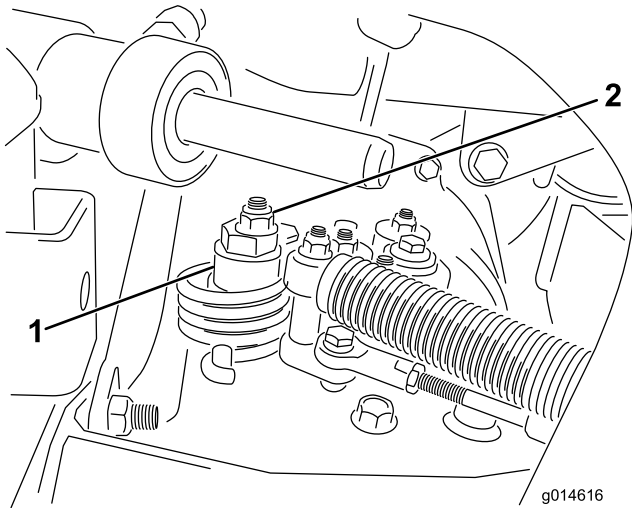

图46
- A. 松开将偏心螺栓固定到静液压泵顶部的螺母（图 46）。
- C. 旋转偏心螺栓，直到不再出现任何方向的缓慢前移。当轮子停止旋转时、旋紧螺母、锁定偏心螺栓和调整（图46）。将油门移至慢速 和 快速 位置，验证调节情况。